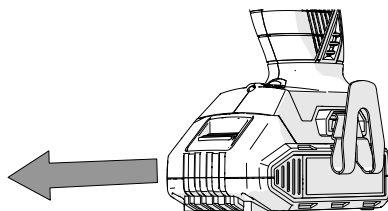

Figura 1
- Apăsați butonul de eliberare a bateriei - și trageți ușor acumulatorul (Figura 1).